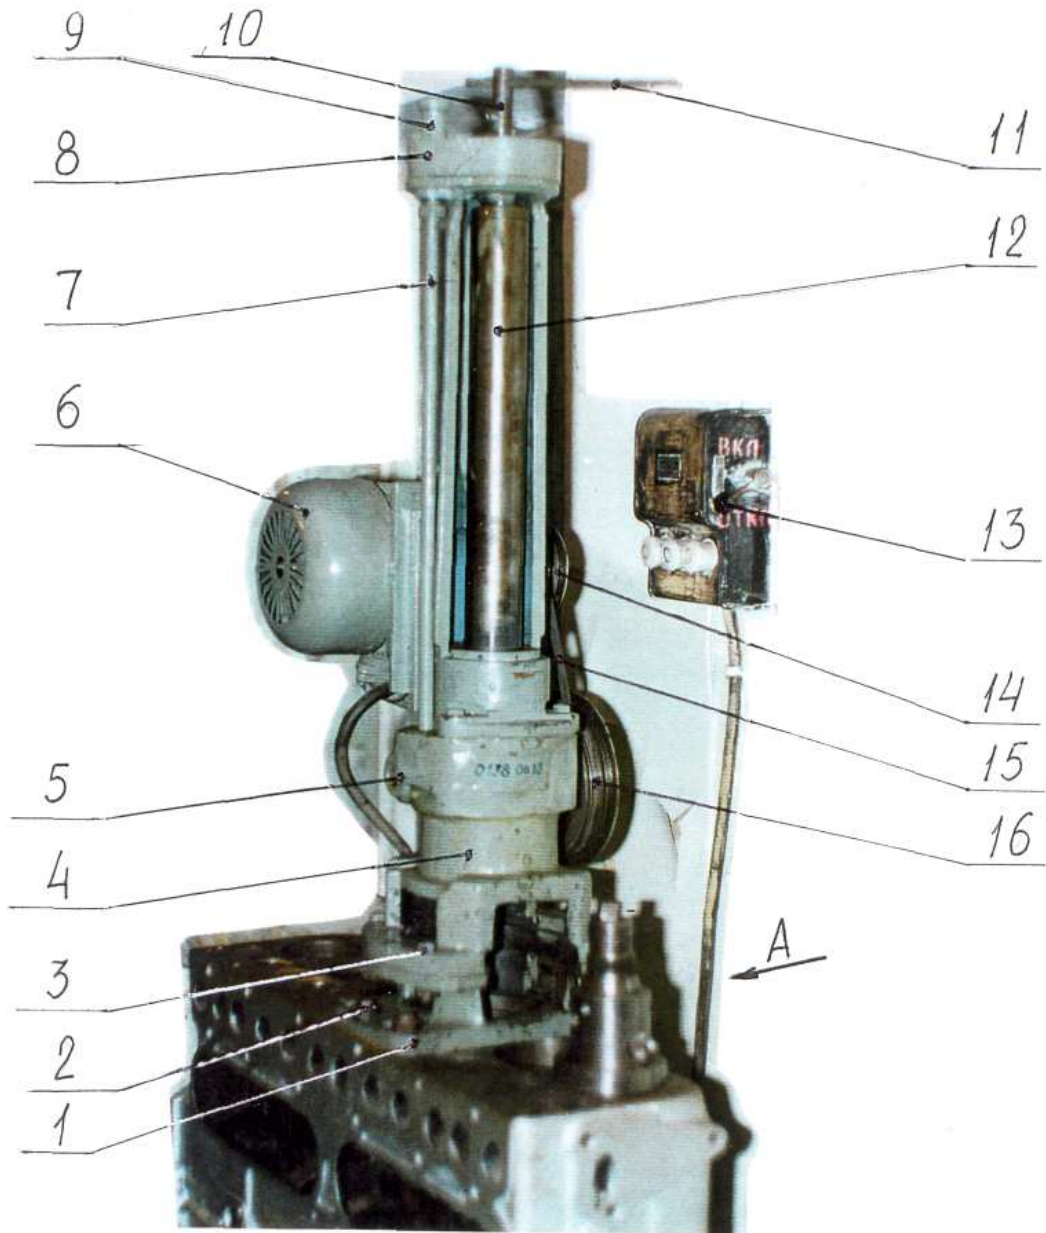
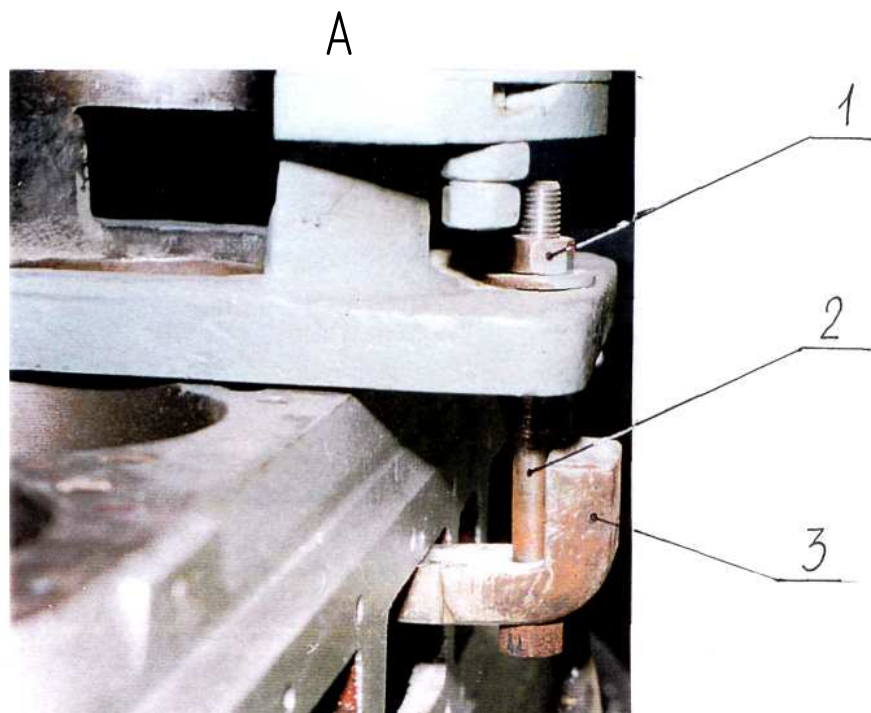

Рис. 3
Рис. 4
Після цього установити різцеву головку на верстаті. Верстат ЦР-7 (Рис.3) призначений для розточування циліндрів автомобільних двигунів, які мають діаметри 85...120мм.
а) Установити верстат підставкою 1 на верхню площину блока циліндрів і закріпити двома болтами 2, а з протилежної сторони верстата закріпити його за допомогою планки 3, болта 2 і гайки 1 (дивись Рис.4).
г) воротком 11 підняти шпindel 12 угору до упору (Рис. 3);
д) відпустити два болта 2 і гайку 1 (Рис. 4) так, щоб верстат міг переміщатися по блоку;
- з) гвинтом 10, повертаючи вороток 11, опустити шпindel 12 з різцевою головкою до упору у виточку центруючого конуса 2 (Рис. 6), якщо різцева головка не попадає у виточку, то необхідно змістити верстат так, щоб різцева головка сіла у виточку. Після цього закріпити верстат закрутивши два болта 2 і гайки 1 (Рис. 4);
- к) через прийом у корпусі і підставці вийняти центруючий конус 2 (Рис. 6), опустити вручну шпindel з головкою на відстань 1...1,5мм від торця циліндра, установити пасок на відповідні шків, згідно вибраних обертів шпинделя, включити відповідну подачу ручкою 9 (Рис. 3);
- н) відпустити болти 1 (Рис. 3) і гайку 1 болта 2 (Рис. 4) і змістити верстат так, щоб різець не торкався стінки циліндра і вручну воротком 10 вивести шпindel з різцевою головкою з циліндра;